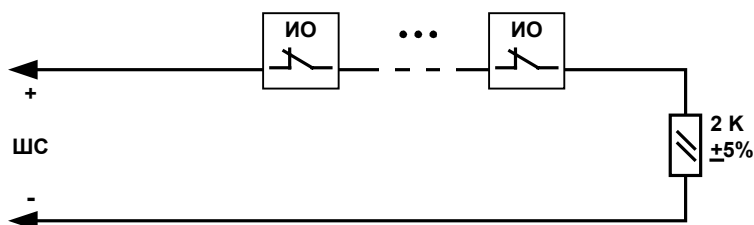

Рис. 3 Охранный ШС без контроля обрыва
- от пассивных ИО с нормально-замкнутыми контактами без контроля обрыва (см. Рис. 3, Табл. 6);
Подключение и характеристики ШС аналогично соответствующему варианту использования ИО – пассивный ИО с нормально-замкнутыми контактами без контроля обрыва (см. Рис. 3, Табл. 6).